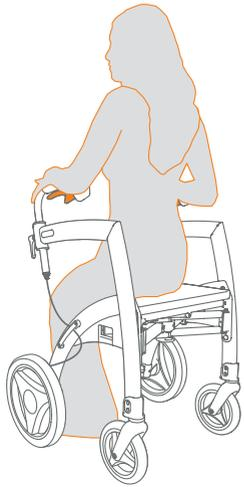

Figura 23: Sedersi sul sedile del deambulatore.
- Sedersi sul sedile del deambulatore da dietro (**Figura 23**). Assicurarsi sempre che il deambulatore Rollz Motion sia in posizione di parcheggio.